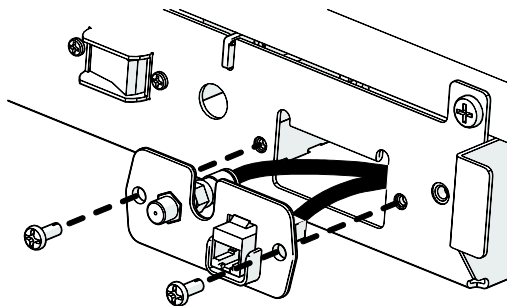

Рисунок 9
2. Потяните жгут кабелей консоли вниз через кабельный канал в вертикальной стойке справа (см. рис. 9). Сложите остаток кабеля на внутренней части стойки и закрепите клейкой лентой, если нужно.